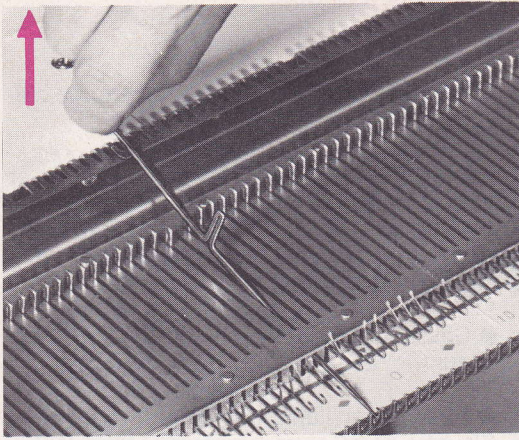

Fig. 204
- Tirer l'aiguille vers soi en position F. Appuyer avec le pouce sur le crochet de l'aiguille. Le bout de la tige se soulève et se dégage de la fente. Attraper le bout de la tige et le lever en forçant légèrement pour le passer au-dessus de la crémaillère. Sortir l'aiguille (fig. 204),